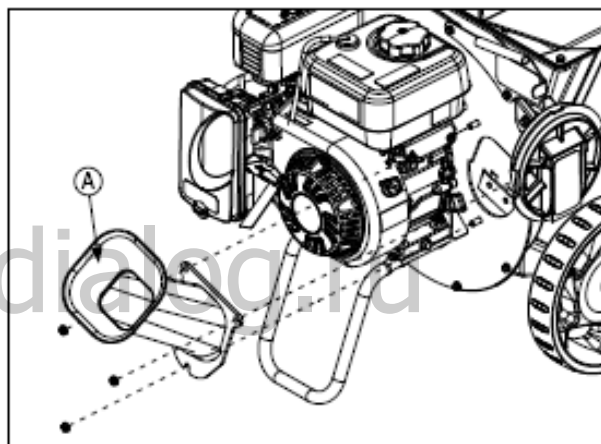

РИСУНОК 11 – Проверка ножей дробилки
2. Удалите гайки, скрепляющие лоток дробилки с передней стенкой дробилки. Извлеките лоток дробилки (A) для доступа к ножам. **СМ. РИСУНОК 11**